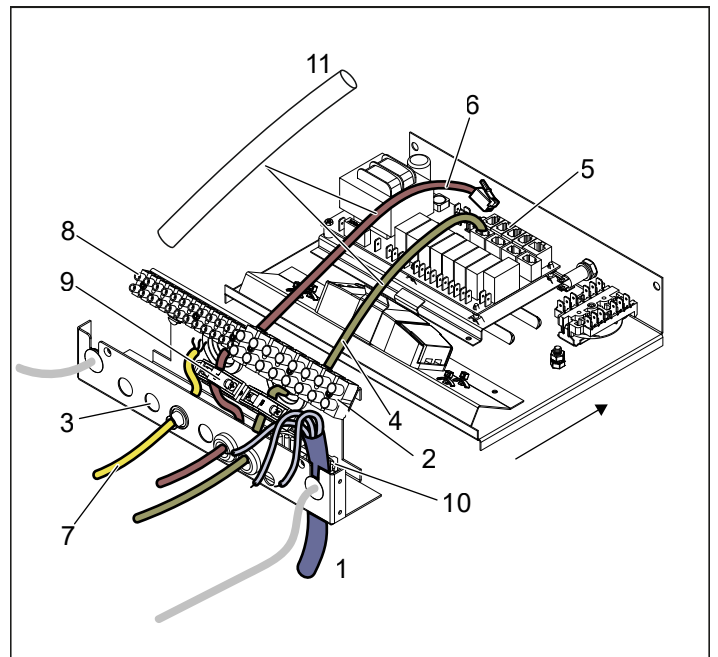
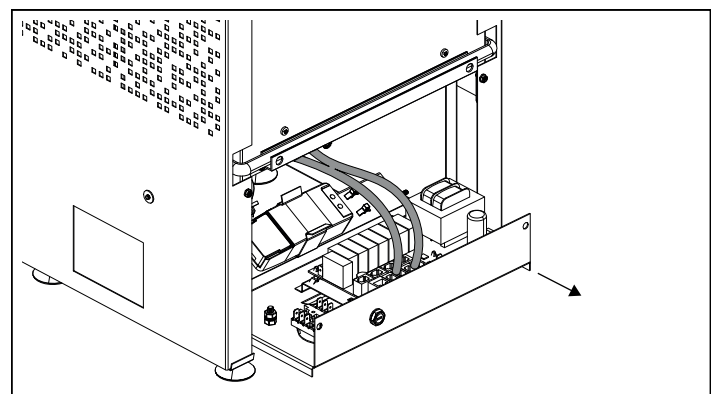
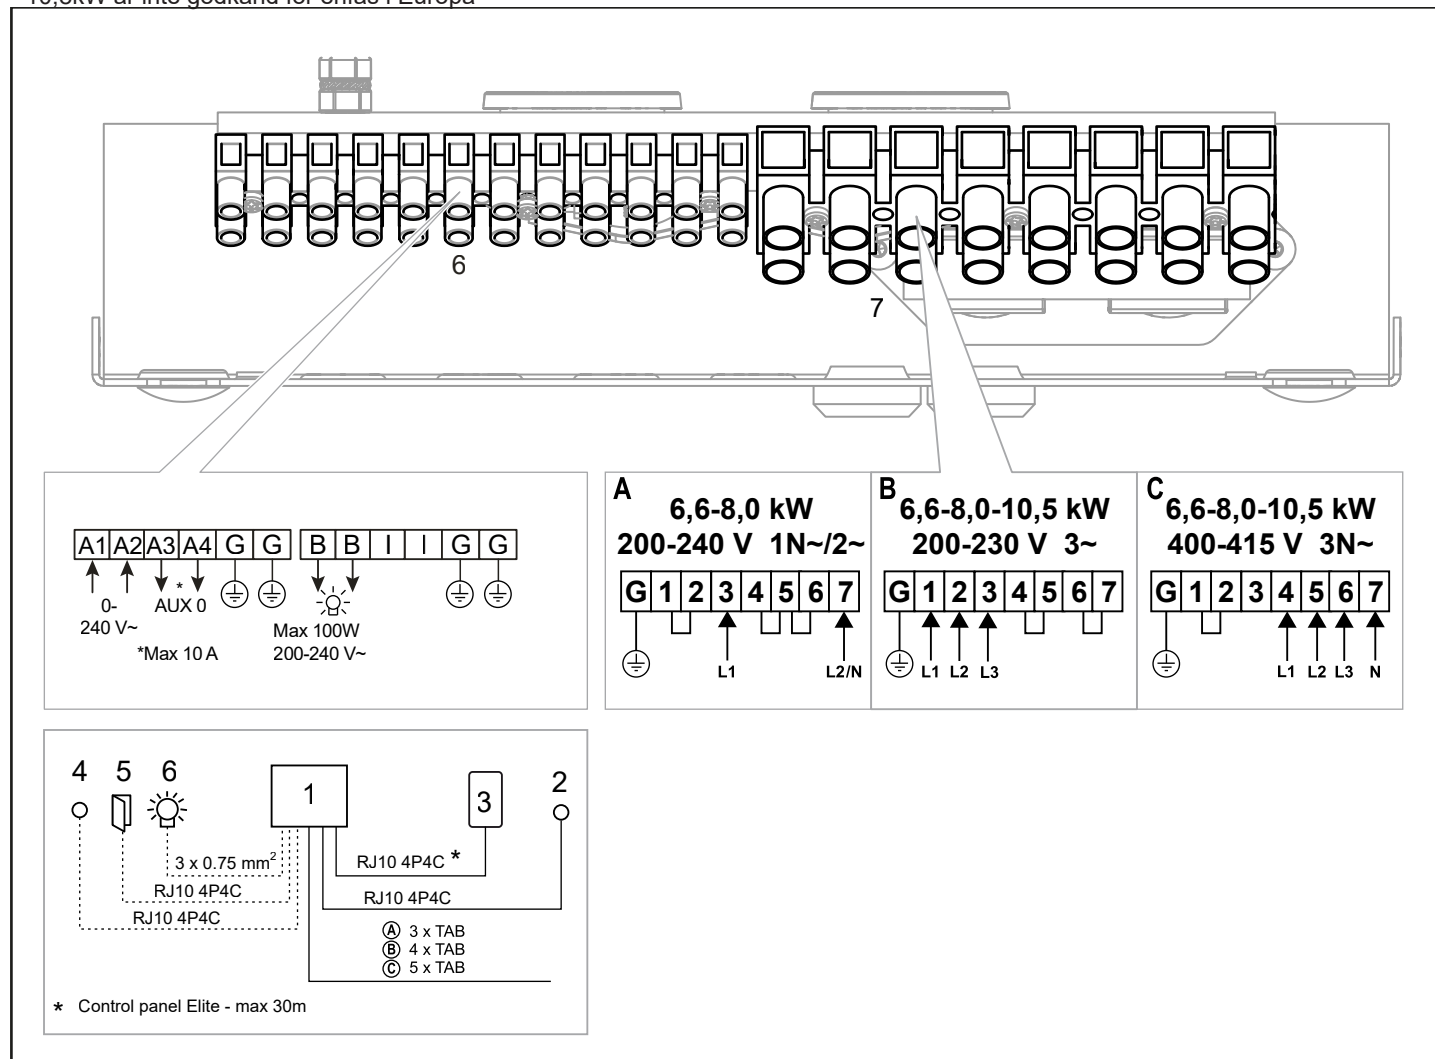
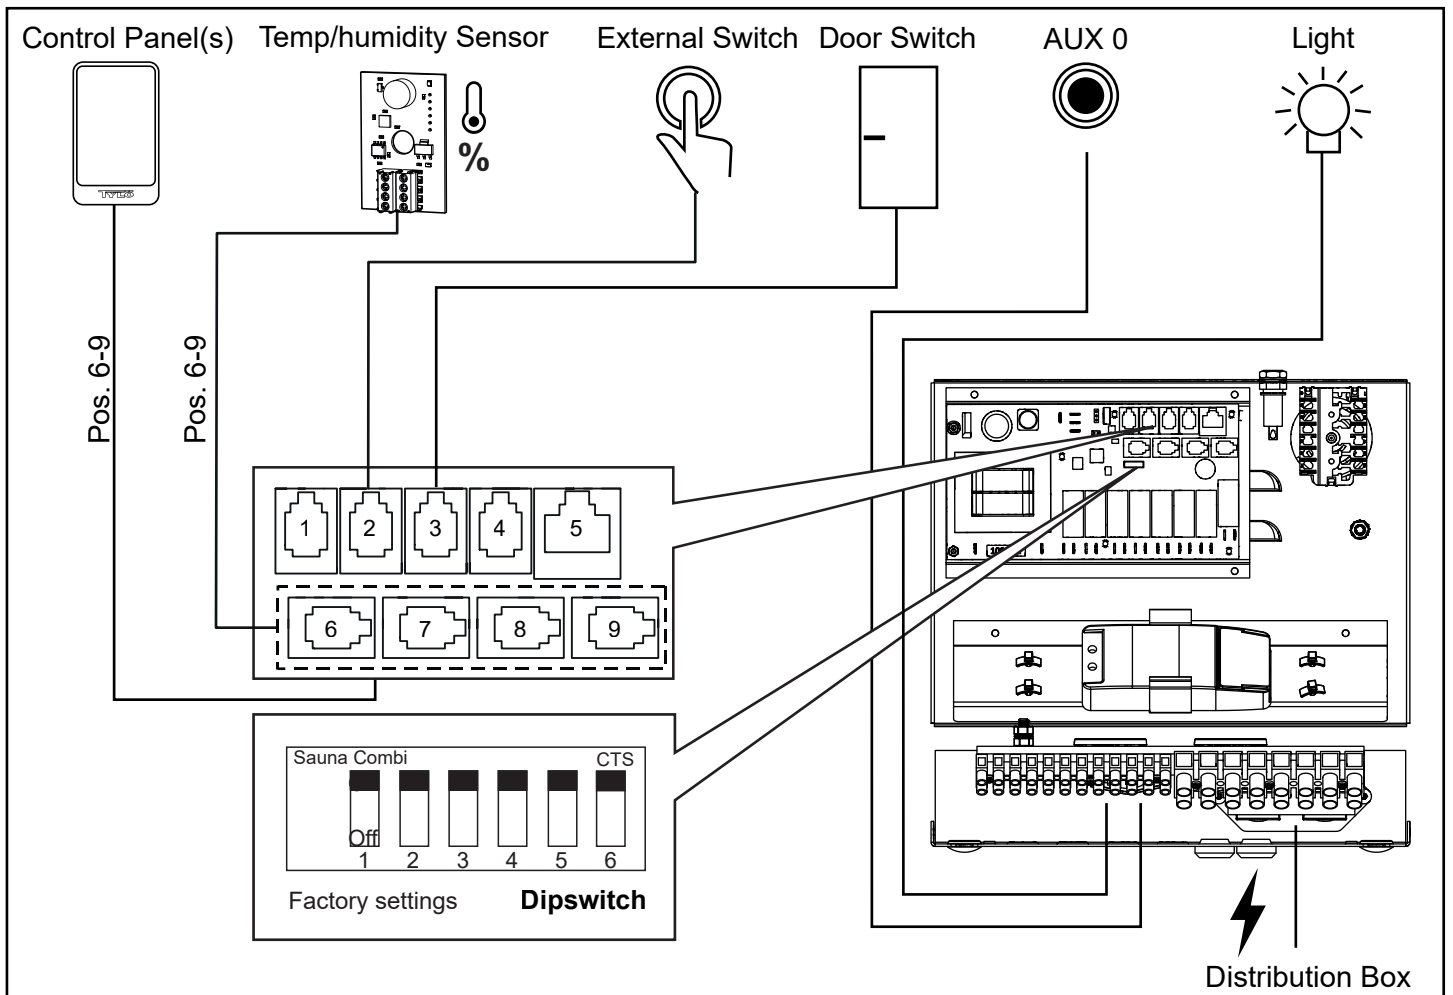

Fig 11: Eldosan
Fig 12: Dra ut lådan för lättare åtkomst
Fig 18: Kopplingschema
Fig. 20. Schematisk installation Crown Combi Elite
5. Anslut elkabeln (se Fig 11) enligt kopplingschema (se Fig. 18).
6. Dra kablar för manöverpanel och temperatursensor genom kabelgenomföringarna se fig 11. Anslut manöverpanelens kabel i en av de fyra RS485-kontakterna (position 6-9, se Fig 20).
7. Anslut temp/fuktsensor kabeln i position 6-9, se fig 20. Dra ut lådan för att sträcka kablarna och spänn dragavlastningarna (se fig 12).
8. Anslut eventuell kabel till belysning / aux, se Fig 11, enligt kopplingschema Fig 18.
Vid inkoppling till spänningar eller fas-tal, som inte anges i kopplingschema Fig 18, kontakta Tylö kundservice.